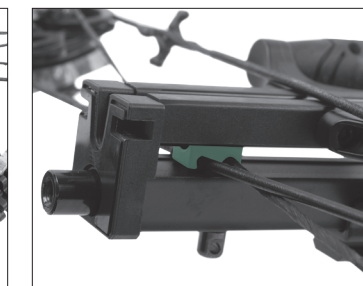

FIGURA 2
- 2a** A continuación, oriente las palas y el conjunto de la empuñadura (Parte B) de modo que la cuerda del arco (Parte 19) se apoye en la parte superior del riel de vuelo (Parte 5) y la corredera del cable encaje en la abertura al final del riel. El lado de la corredera del cable que tiene la ranura abierta debe estar hacia arriba, con la abertura más ancha hacia la parte posterior de la ballesta, de modo que se inserte suavemente en la abertura del carril. Vea la Figura 2.
- 4** Deslice la tapa de la junta sobre el riel, con la almohadilla de espuma de la tapa de la junta hacia fuera, hasta que esté completamente asentada, como se ve en la Figura 2.